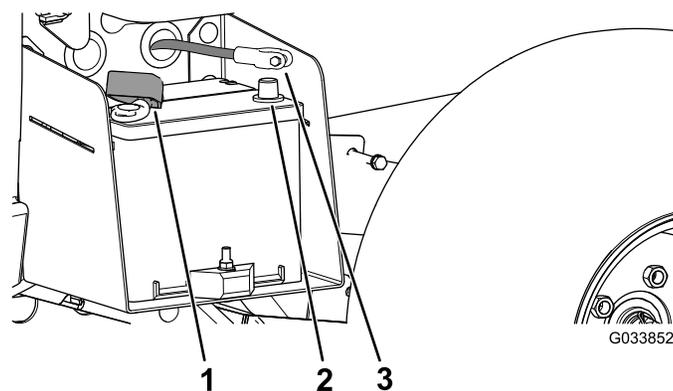

Figura 5
3. Collegate il cavo positivo (rosso) al morsetto positivo (+) della batteria, e fissatelo con i bulloni e i dadi (Figura 5).